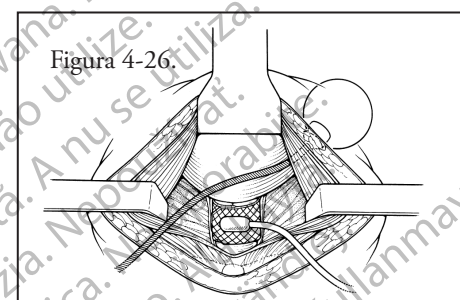

Figura 4-26.
7. Con una dissezione smussa, creare lo spazio per il pallone nello spazio prevescicale. Posizionare il pallone nello spazio prevescicale. **(Figura 4-26)**